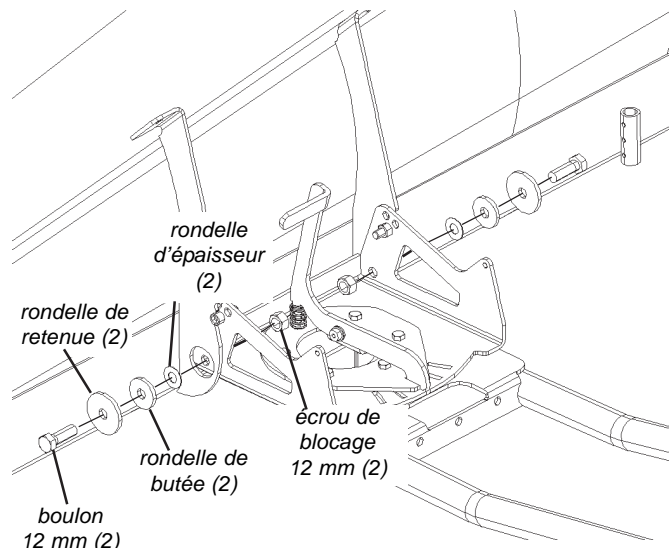

Figure 3 Fixation de la lame à la base du tube
3. Fixez la barre d'usure à la lame tel qu'indiqué à la figure 3. Insérez les boulons de carrosserie de 10 mm de diamètre dans chacun des trous carrés de la barre d'usure et les trous correspondants de la lame. Terminez avec un écrou de blocage de 10 mm de diamètre.
4. Fixez la lame à la base de lame tel qu'indiqué à la figure 3 en insérant un boulon de 12 mm de diamètre dans la grosse rondelle de retenue, la rondelle de butée, la rondelle d'épaisseur, la lame et la base de lame. La rondelle de butée doit se loger à l'intérieur du gros trou dans le côté de la lame. Terminez avec un écrou de blocage de 12 mm de diamètre. Desserrez un peu si la lame ne tourne pas librement autour de la base de lame.